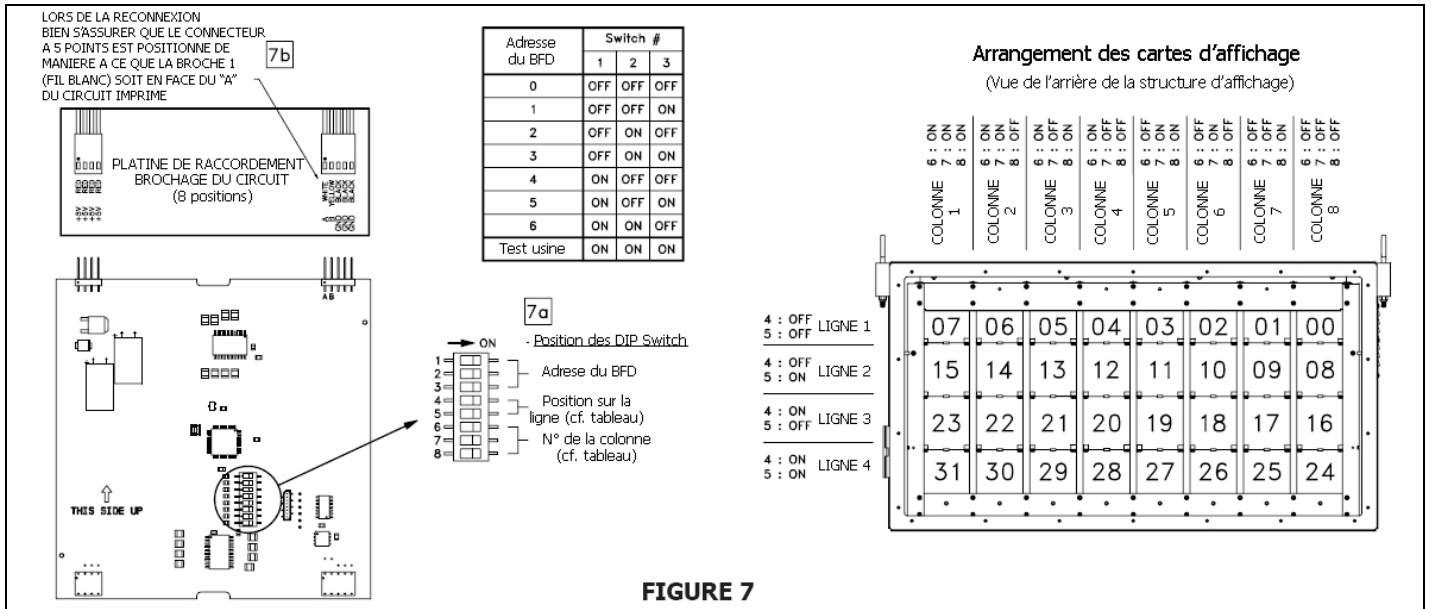
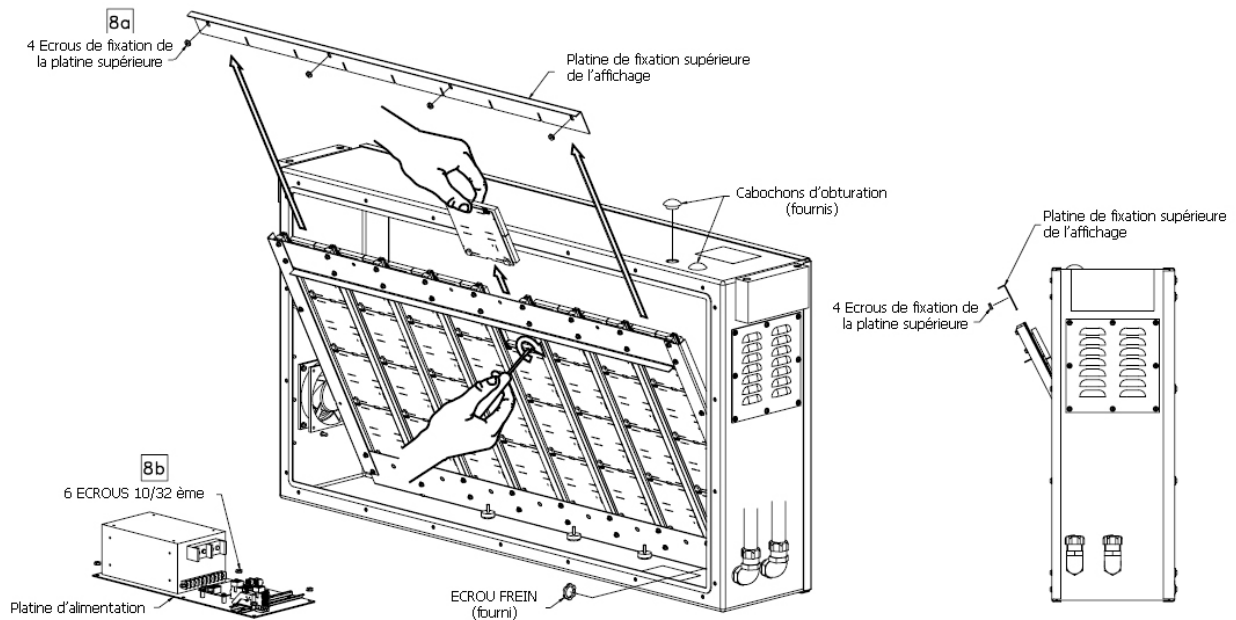

FIGURE 7
FIGURE 8
Les cartes d'affichage sont maintenues en place par une structure d'assemblage, qui est construite à l'aide de 9 rails en aluminium extrudé. Les rails portent une glissière de chaque côté destinée à recevoir les bords du circuit imprimé de la carte d'affichage. Les cartes se glissent simplement à leur place. Un connecteur mâle en angle droit sur la partie supérieure de la carte vient s'insérer dans le connecteur femelle de la carte située au-dessus, ainsi l'alimentation et les signaux circulent de la carte supérieure à la carte inférieure. En fonctionnement normal le châssis d'affichage est solidarisé au boîtier à l'aide de 4 écrous freins (cf. figure 8 a). Cependant ces écrous peuvent être déposés pour la maintenance de l'afficheur lorsque nécessaire. Le châssis d'affichage est doté d'un axe de pivotement le long du bord inférieur, qui permet au bord supérieur du châssis de sortir du boîtier, donnant ainsi accès aux circuits supérieurs d'affichage. Les cartes d'affichage peuvent être facilement déposées en déconnectant les raccordements appropriés de la carte supérieure (cf. figure 7b), en séparant les cartes et en les glissant vers le haut du châssis (figure 8). Chaque carte d'affichage dispose d'un DIP switch à 8 points qui est destiné à régler l'adresse de son positionnement. Cette adresse est déterminée par la position physique du circuit au sein de l'affichage du BFD (cf. figure 7 a).
5. Déposer les 6 écrous de maintien du sous châssis sur le boîtier. Déposer le sous ensemble alimentation (cf. figure 8 b).
7. Déposer les 4 écrous qui solidarissent la structure d'affichage à la façade du boîtier (cf. figure 8 a). La structure d'affichage pourra désormais être tirée pour permettre d'accéder aux cartes d'affichage.
8. Retirer la barre de maintien supérieur du châssis (cf. figure 8).
9. Localiser la colonne de cartes d'affichage comportant la carte défectueuse et déposer les deux câbles de raccordement (qui raccordent les circuits principaux à la carte d'affichage supérieure, cf. figure 7 b).
10. Déposer la carte souhaitée (cf. figure 8). Noter les réglages du DIP switch (cf. figure 7 a) en place sur l'ancienne carte.